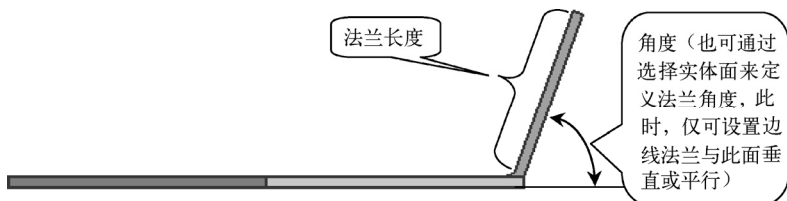
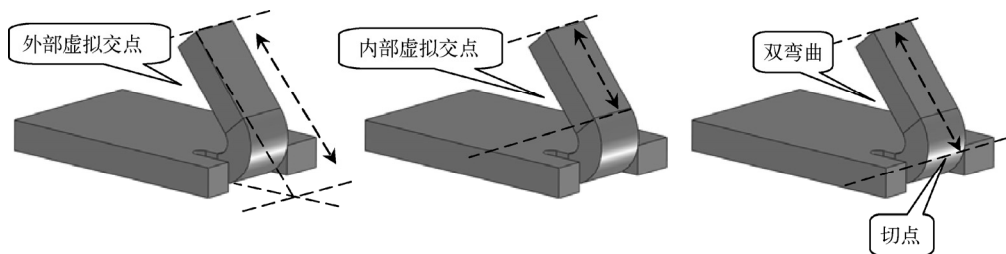

图 6-26 “角度”卷展栏和“法兰长度”卷展栏的作用
图 6-27 法兰长度的度量方式
- “角度”卷展栏和“法兰长度”卷展栏: 分别用于设置法兰壁与基体法兰的角度和法兰的长度，如图 6-26 所示。在设置法兰长度时，有 3 种测量方式：“外部虚拟交点” 、“内部虚拟交点”  和“双弯曲” ，其作用如图 6-27 所示。